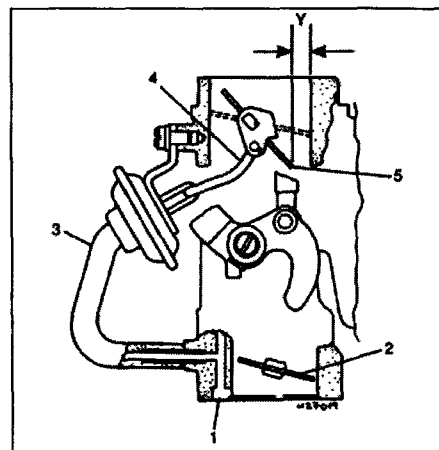

Рис. 4.20 Регулировка пусковых оборотов - полуавтоматический привод
- 20 За рычаг привода полностью закройте воздушную заслонку (рис. 4.20).